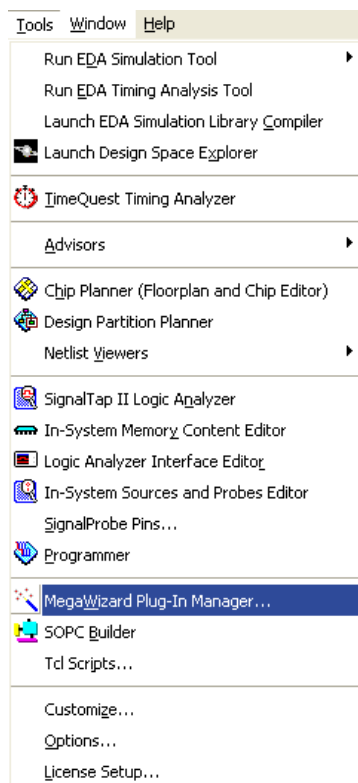

图 1 选择 MegaWizard
① 如图 1 所示，在 Quartus II 的菜单栏选择“Tools—>MegaWizard Plug-In Manager…”。